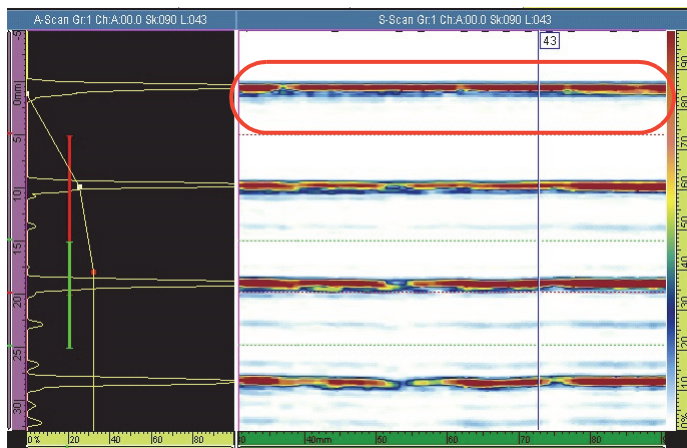

图 4-1 没有气泡指示信号的S扫描示例
5. 如果需要，提起扫查器，用手指擦去探头上的气泡，并重复这个动作，直到清除所有的气泡（参见第32页的图 4-1）。